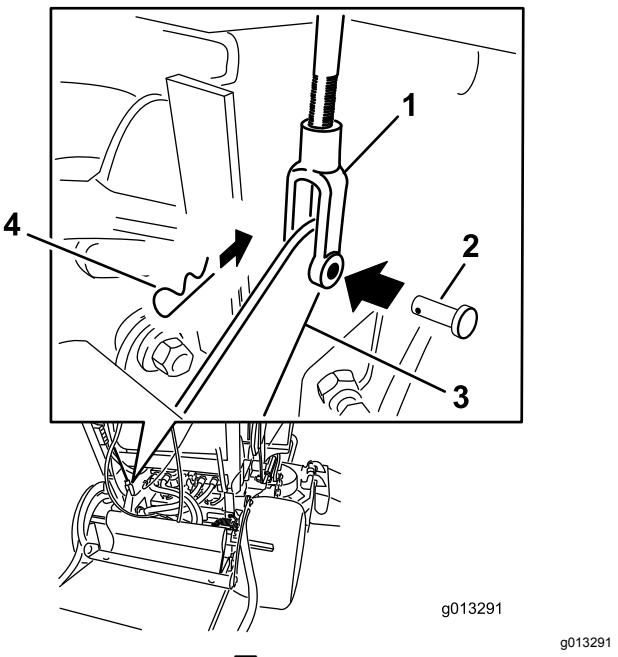

図 60
4. ブレーキの調整を行うには、まず、下側ブレーキレバーとヨークからクレビスピンドルとヘアピンコッターを外す図60。
7. クレビスピンドルとヘアピンコッターで、下側ブレーキレバーにヨークを固定する図60。